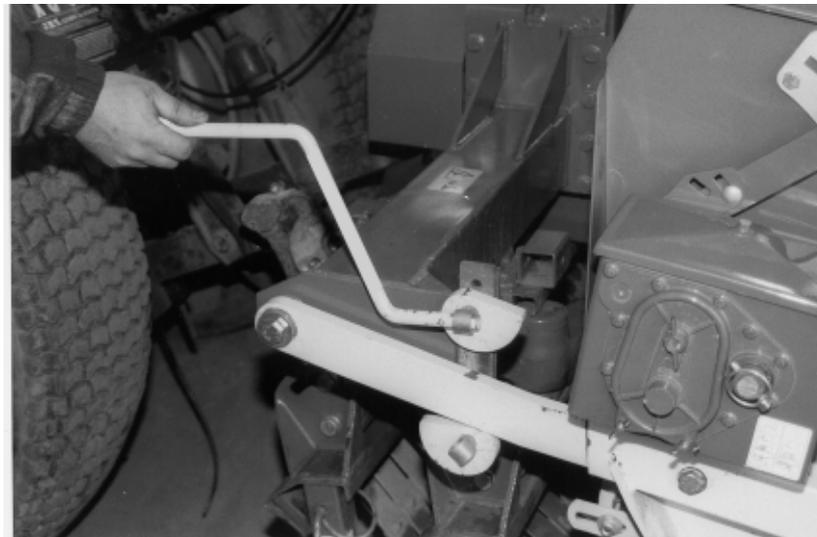

fig. 21
- aflojar los tornillos de bloqueo de las excéntricas con ayuda de la manivela (fig. 21),